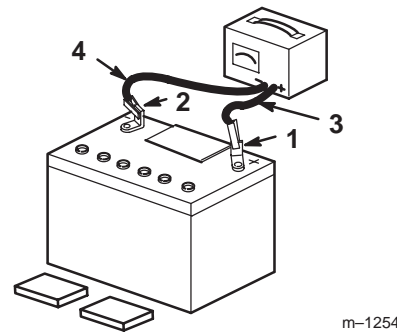

**Bild 3**
2. Entfernen Sie die Entlüftungsdeckel von der Batterie. Gießen Sie langsam Batteriesäure in jede Batteriezelle, bis der Säurestand den unteren Teil des Röhrchens erreicht (Bild 3).
5. Gießen Sie langsam Batteriesäure in jede Batteriezelle, bis der Säurestand die OBERE Linie am Batteriekasten (Bild 3) erreicht und drehen die Verschlussdeckel auf.